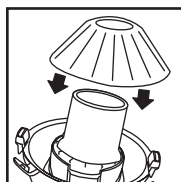

FIGURE 17
29. Centrer le filtre sec réutilisable sur la cage du couvercle. FIGURE 17.